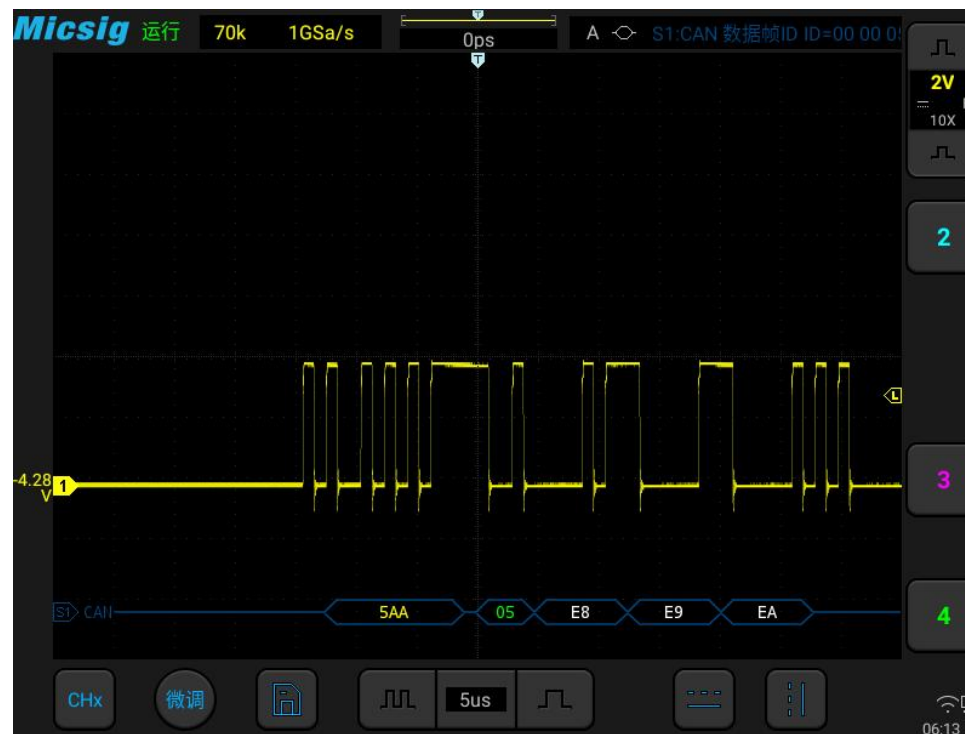

图 12-16 CAN 图形界面
- （4）依据信号幅值调节阈值电平；CAN 触发图形界面见图 12-16：